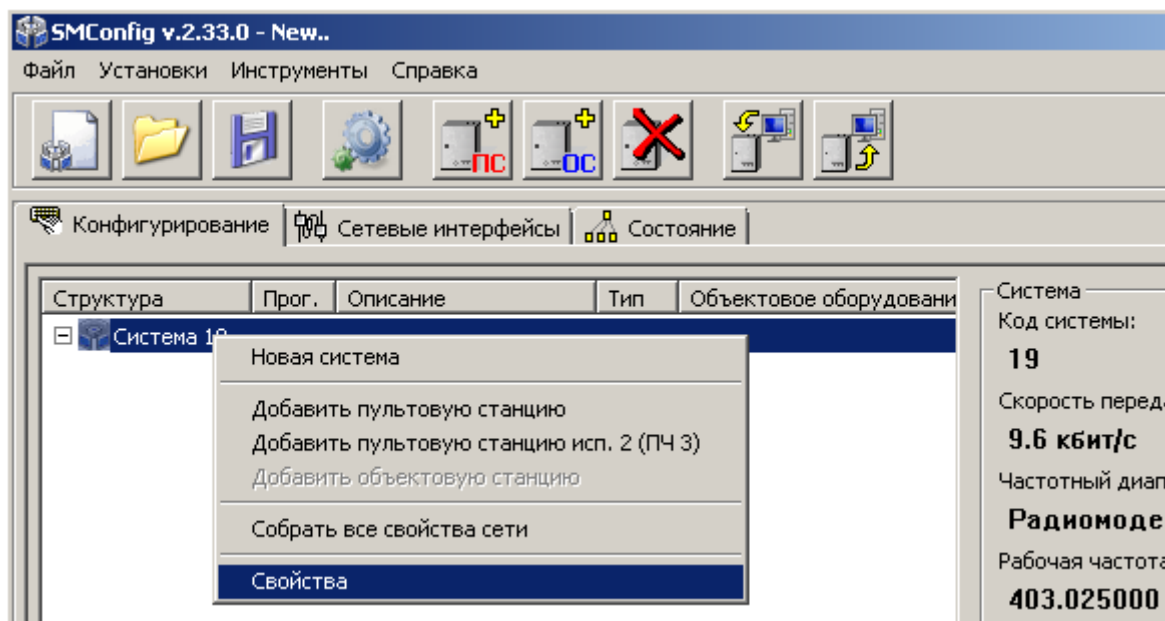
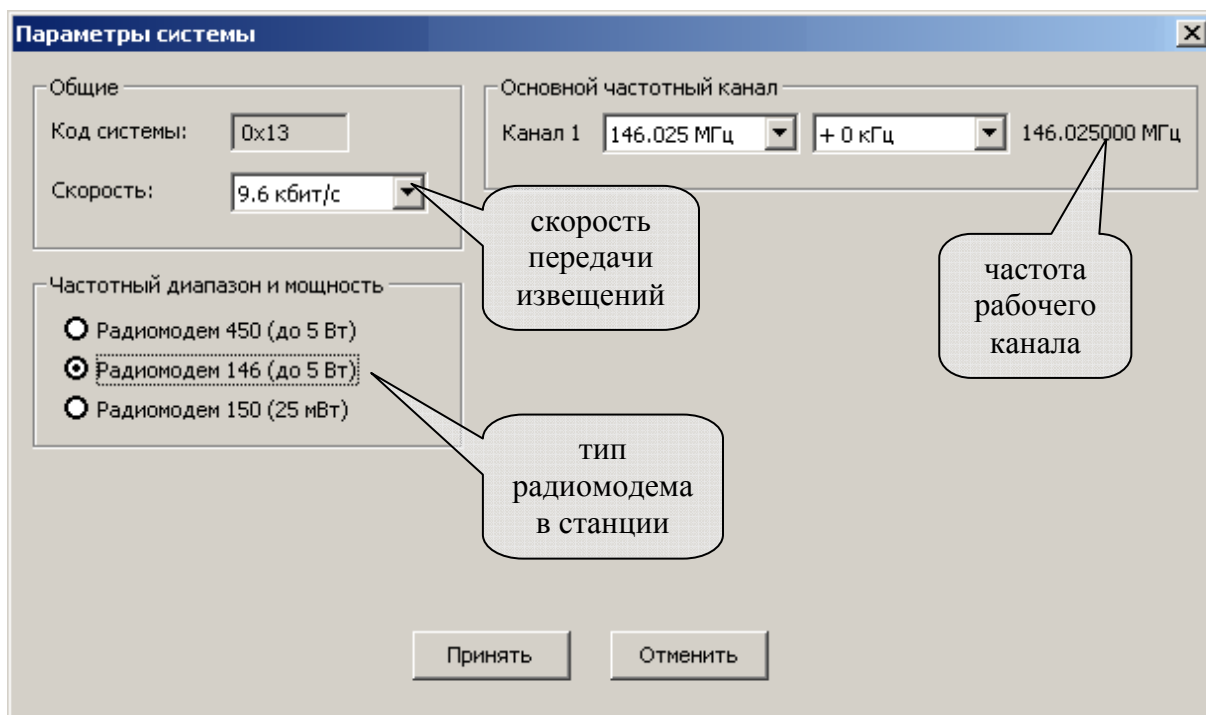

Рис. 30
Рис. 31
2. На вкладке "Конфигурирование", на строке "Система" двойным кликом мыши или нажатием правой кнопки мыши вызвать контекстное меню и выбрать пункт "Свойства" (Рис. 30). Появится окно "Параметры системы" (Рис. 31).